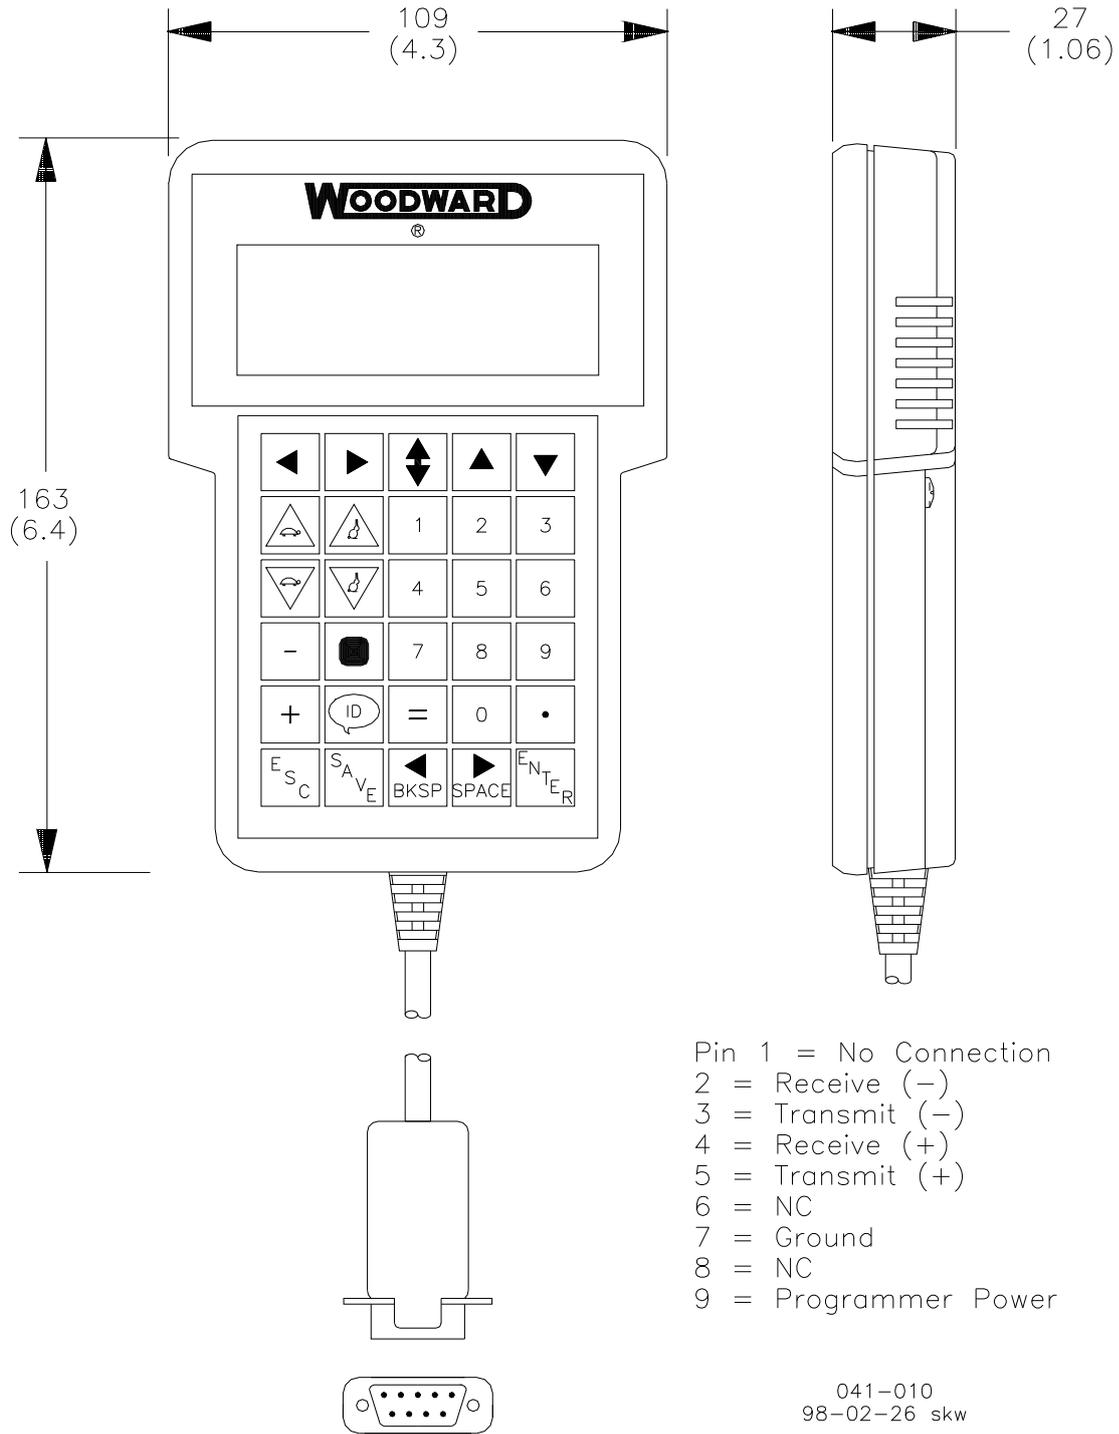

Figura 1-2. Programador portátil
- O Programador portátil (Figura 1-2), número de peça 9907-205, pode ser usado para ajustar o controle 723PLUS. Ele é conectado à porta serial J1 do controle. Essa peça é compatível com a Diretiva da UE.